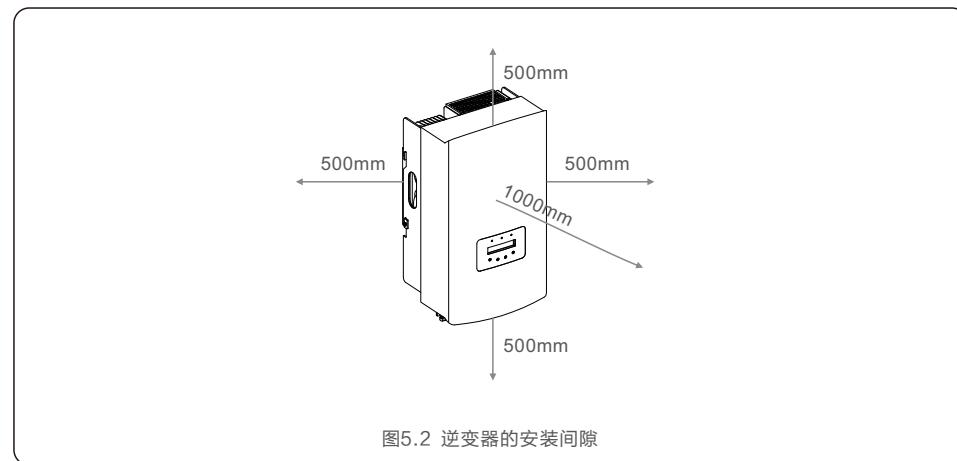

图5.2 逆变器的安装间隙
1. 按照图5.2, 挂板孔距打四个膨胀螺栓孔 (ST6.3\*60 十字槽六角头自攻螺钉 , HJ0108 10\*50mm鱼型膨胀管 )，使用10mm型号钻头的冲击钻打孔时要保持钻头与墙面垂直，双手紧握手柄，把握好方向，不要摇晃，以免破坏墙面，造成孔倾斜。钻孔深度应为60mm。去除孔内灰尘后测量孔深，保持孔深一致。